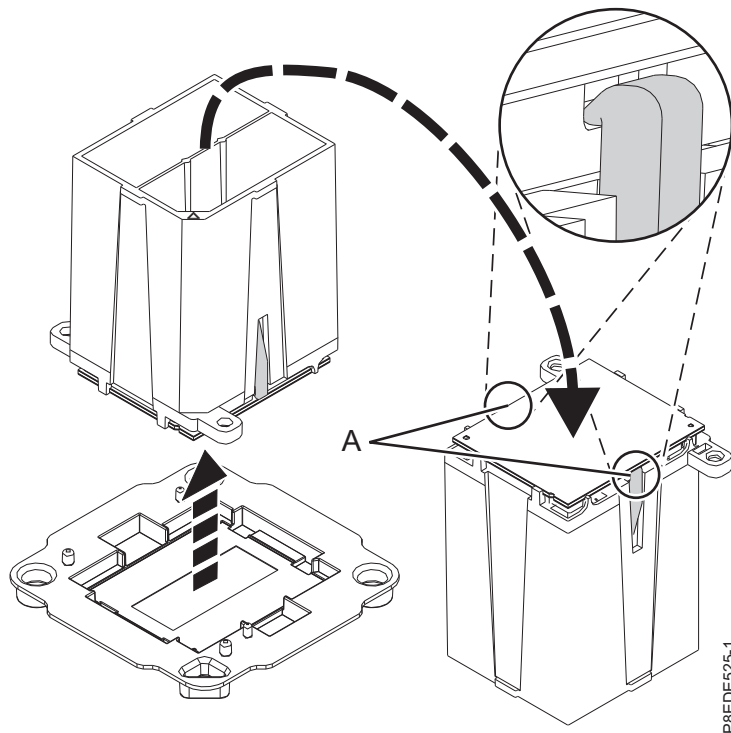

Figura 11. Preparando a instalação do módulo de processador do sistema
- b. Assegure-se de que ambos os mordentes (A) estejam prendendo firmemente o módulo de processador do sistema, conforme mostrado na Figura 11.